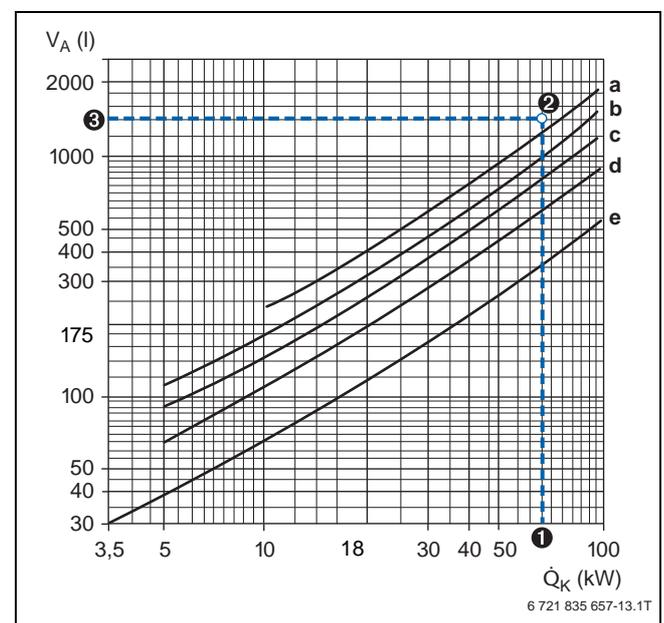

Bild 69 Anhaltswerte für den durchschnittlichen Wassergehalt von Heizungsanlagen (nach ZVH-Richtlinie 12.02)
In Abhängigkeit von verschiedenen Parametern der Heizungsanlage lässt sich das Anlagenvolumen aus Bild 69 ablesen.
(→ Bild 69, Kurve a)
Das nach Punkt ③ aus dem Bild 69 abgelesene Anlagenvolumen muss kleiner sein als das maximal zulässige Anlagenvolumen ④. Trifft das nicht zu, ist ein größeres Ausdehnungsgefäß zu wählen.
- ① Vorlauftemperatur (→ Tabelle 29): $\vartheta_V = \leq 50 \text{ °C}$
- ② Vordruck des AG (→ Tabelle 29): $p_0 = 1,5 \text{ bar}$
- ③ Anlagenvolumen (→ Bild 69): $V_A = 1400 \text{ l}$
- ④ Erforderlich ist ein AG mit 80 l Inhalt (→ Tabelle 29), weil hierfür das nach Bild 69 ermittelte Anlagenvolumen ③ kleiner als das maximal zulässige Anlagenvolumen ist.